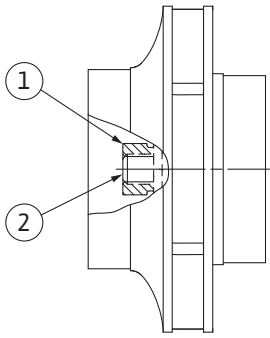

Fig. 107: Korrekte Lage der Laufradmutter nach der Montage
8. Welle mit Mausschlüssel (SW22 mm) festhalten und die Laufradmutter mit dem vorgeschriebenen Anzugsdrehmoment (siehe Tabelle „Anzugsdrehmomente“ [► 29]) festziehen. Die Mutter (Fig. 107, Pos. 1) muss ungefähr $\pm 0,5$ mm mit dem Wellenende (Fig. 107, Pos. 2) bündig sein. Wenn das nicht der Fall ist, die Mutter lösen und Handlungsschritte 4 ... 8 wiederholen.